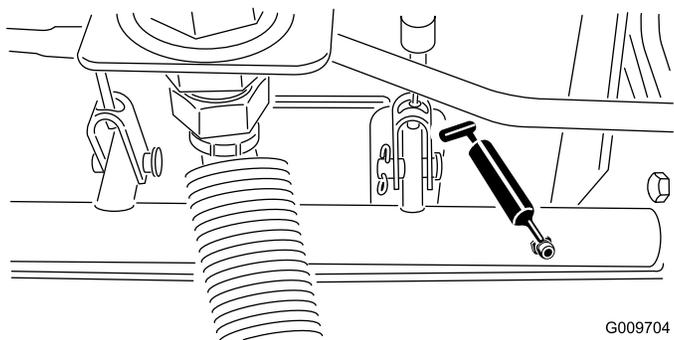

Рисунок 69
- Шарнирные опоры вала тормоза (5 шт.) (Рисунок 69)